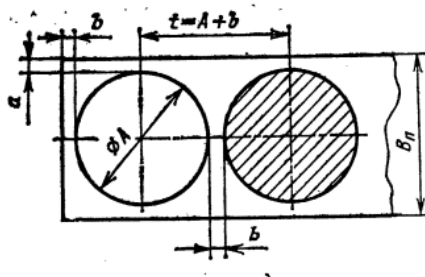

Рисунок 2
1. Определить ширину полосы для вырубki детали рисунок 2. Исходные данные: $A = 100$ мм, $S = 1$ мм, материал сталь 20, штамповка без прижима полосы, резка полосы на гильотинных ножницах.
Примечание. Значения z_n приведены для однорядного раскроя полосы. В случае применения раскроя с переворотом полосы (см. рис. 2, ж) приведенные значения z_n следует увеличить на 50—70 %.